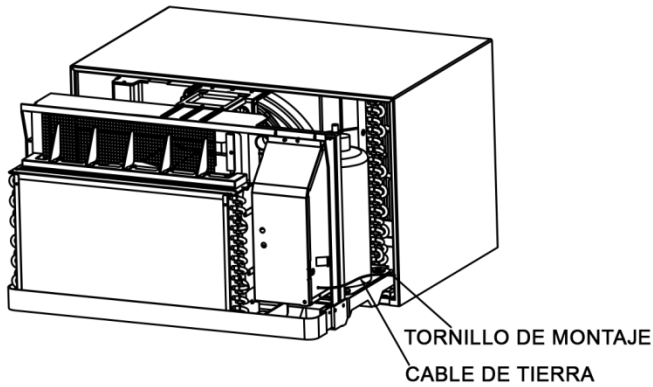

Figura 3
- Un ligero descenso desde el lado interno hacia el externo, como se muestra en la Figura 3.
2. Quite el tornillo y el alambre de tierra que se encuentran junto al símbolo de tierra al lado derecho del panel del control del chasis (Figura 3). Una el otro extremo del cable de tierra al orificio del lado inferior derecho del manguito con un tornillo metálico de punta roma n.º 8 x 3/8". El orificio del manguito está indicado por el símbolo de tierra del manguito. Deslice el chasis parcialmente entre el manguito y vuelva a unir el cable de tierra al orificio del lado derecho del área del panel de control junto al símbolo de tierra.